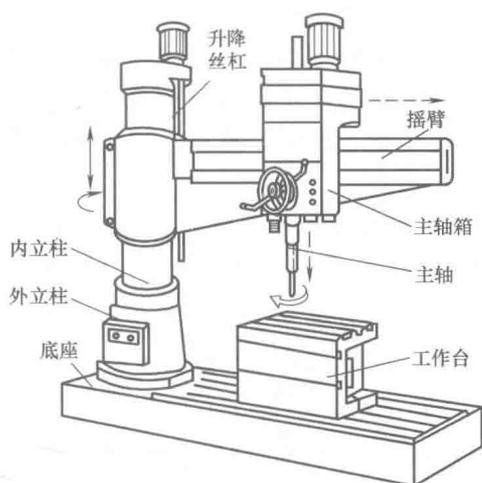

图 0-6 摇臂钻床
3) 摇臂钻床。摇臂钻床是一种大型钻床，如图 0-6 所示，适用于大型和复杂工件上孔的加工，可进行单孔或多孔加工。